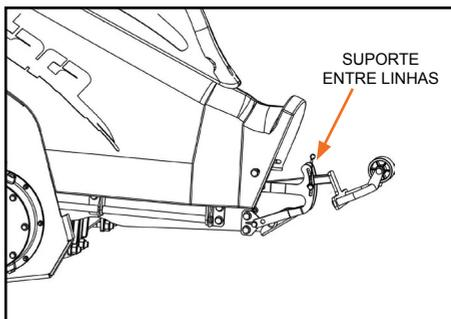

Figura 28
- Para alinhar os bicos internos, utilize as regulagens dos suportes entrelinhas e regule a altura através dos pinos (Figura 28).